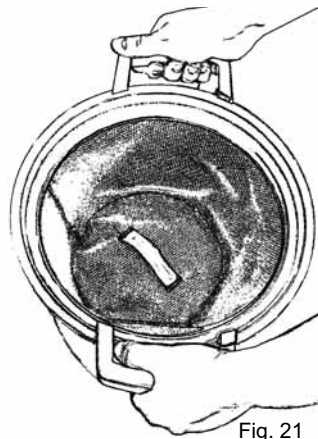

Fig. 21
3. No extraer el filtro del recipiente. En su lugar, sacudir ligeramente el filtro dentro del recipiente para que se desprenda del polvo dejándolo caer dentro del recipiente, Fig. 21.